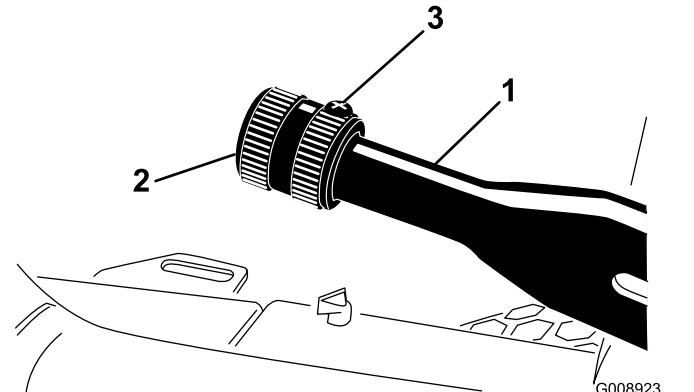

図 75
2. ブレーキレバーに調整ノブを固定している固定ねじをゆるめる 図 75。